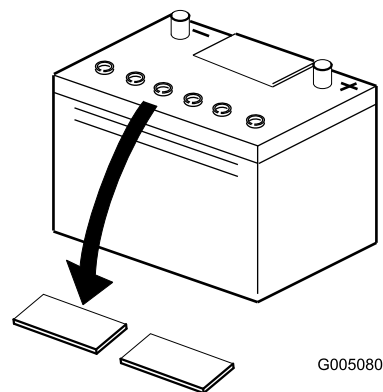

Figura 4
4. Limpe a parte superior da bateria e retire as proteções das aberturas de ventilação (Figura 4).